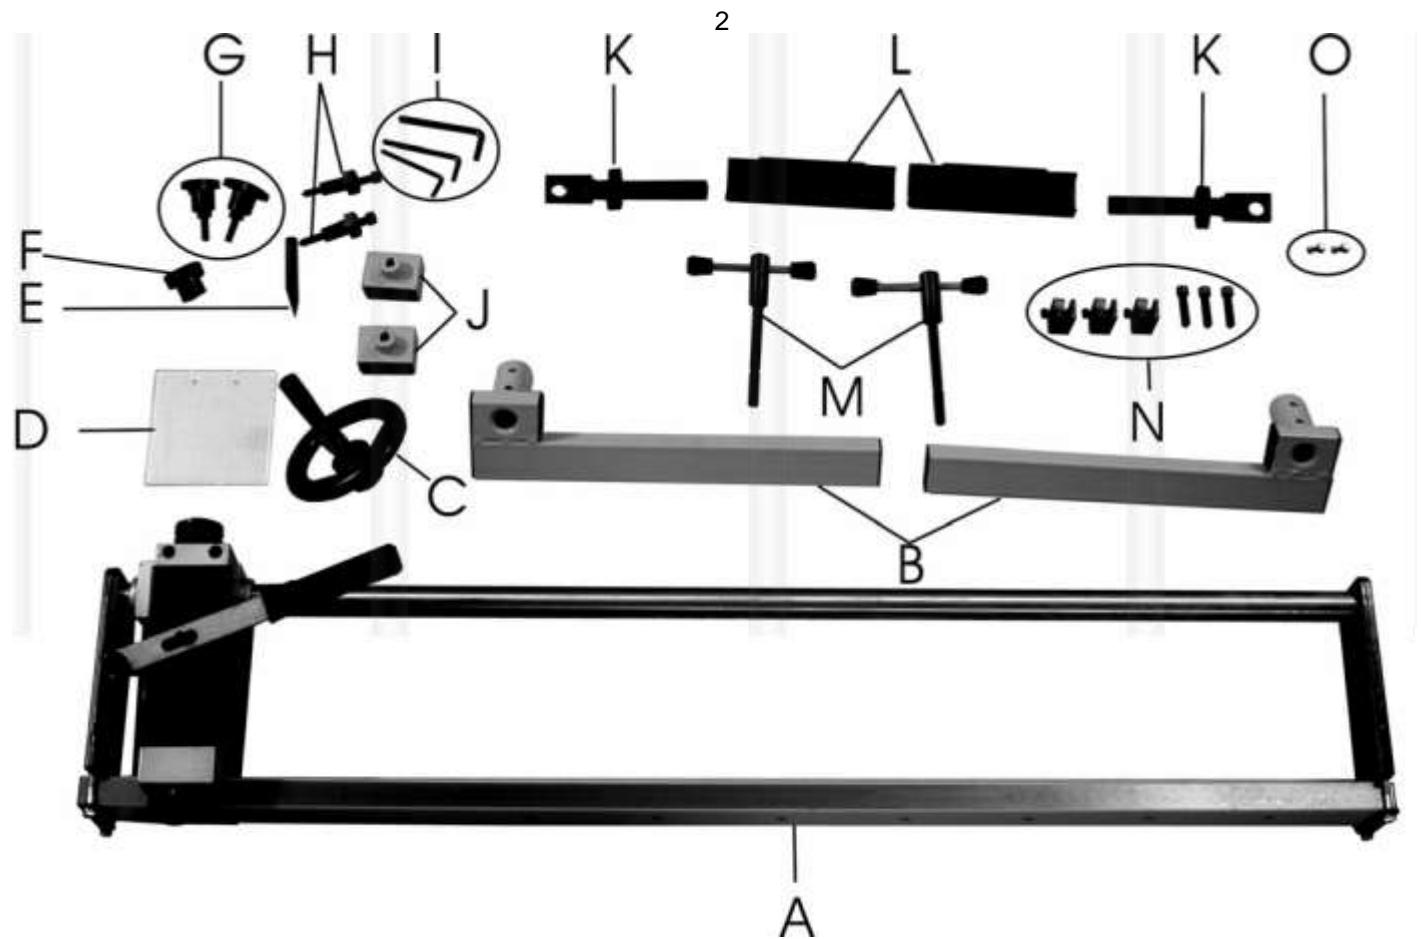

Рис.1
3.1. В комплект поставки (Рис.1) входит:
- 6.1. Приспособление (A) Рис.1 поставляется в собранном виде, но его необходимо установить на токарной машине.